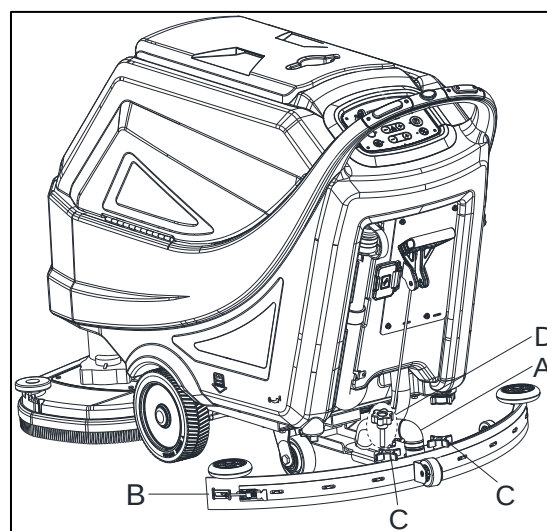
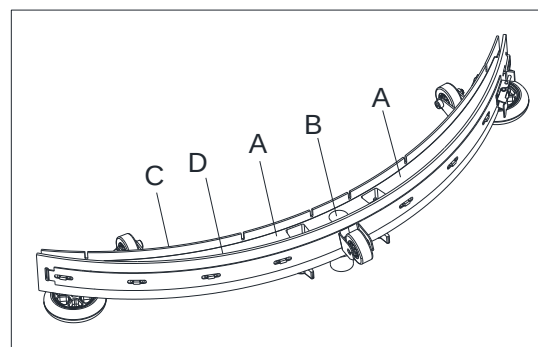
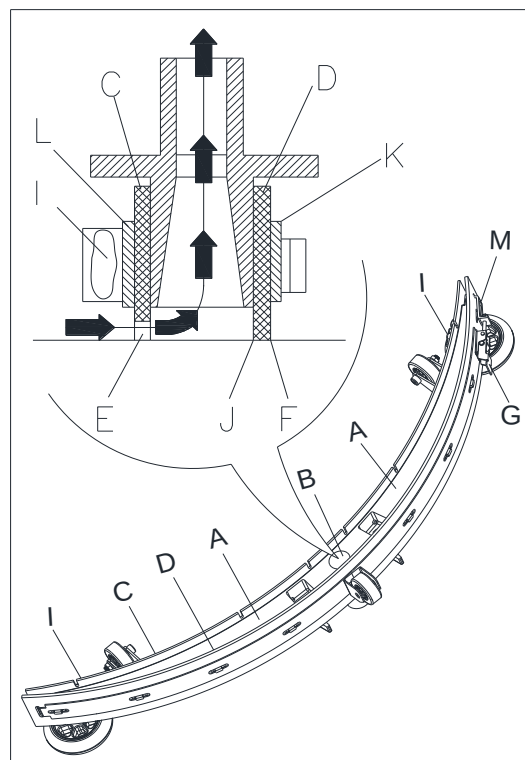

Figura 24
Figura 25
Figura 26
4. Desenrosque las perillas (C Figura 24) y quite la boquilla (B).
5. Desconecte el tubo de aspiración (A) de la boquilla.
6. Limpie la boquilla del limpiador de acero o de aluminio (Figura 25). Limpiar sobre todo los huecos (A) y el orificio (B). Controlar que los cauchos delantero (C) y trasero (D) estén en buenas condiciones, que no sean cortados o desgarrados; de lo contrario, sustituirlos (véase el procedimiento en el párrafo siguiente).
2. Compruebe si los bordes (E, Figura 26) del caucho delantero (C) y los bordes (F) del caucho trasero (D) están en el mismo nivel, en su longitud; si es necesario ajuste su altura de acuerdo con el siguiente procedimiento:
- Desenganche el tirante (G), desenganche los retenes (M) y ajuste el caucho trasero (D); luego enganche los retenes (M) y fije con el tirante (G).
- Afloje las perillas (I) y ajuste el caucho delantero (C), luego apriete las perillas.
3. Compruebe que los cauchos delantero (C) y trasero (D) estén en buenas condiciones, que no estén cortados o desgarrados, de lo contrario, sustituirlos mediante el procedimiento siguiente. Compruebe que el borde delantero (J) o el caucho trasero (D) no estén desgastados; si es necesario, gire el caucho para sustituir el borde desgastado con uno íntegro. Si todos los bordes están desgastados, sustituir el caucho, mediante el procedimiento siguiente:
- Quite el tirante (G), desenganche los retenes (M) y quite la cinta de sujeción (K), luego sustituya el caucho trasero (D). Monte la lámina en orden contrario al desmontaje.
- Desenrosque las perillas (I) y quite la cinta de sujeción (L), luego sustituya el caucho delantero (C). Monte la lámina en orden contrario al desmontaje. Después de sustituir (o girar) los cauchos, ajuste su altura, como se indica en el punto anterior.
4. Conecte el tubo de aspiración (A, Figura 24) con la boquilla.
5. Monte la boquilla (B) y enrosque las perillas (C).
6. Si es necesario, ajuste la estabilidad de la boquilla mediante la perilla de ajuste (D).